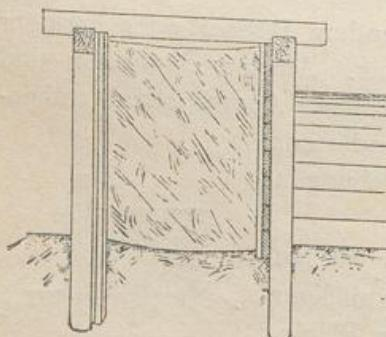

Abb. 170.
4. Kastenfangedämme (Abb. 170) kommen zur Anwendung wenn wegen höheren Wasserdrukkes und größerer Strömung einfache Spund- oder Bohlenwände mit einseitigem Erddamm nicht ausreichend dicht sein würden.
Dichtungsstoff einbringt und stampft. Die Wände sind oben durch Zangen versteift, die auf die Holme aufgekämmt werden. (Statt dieser Zangen werden auch eiserne Zuganker verwendet und dann die Holme an der Außenseite der Pfähle auf Knaggen gelagert und befestigt.) Abb. 170 zeigt an der Innenseite eine Spundwand, an der Außenseite eine Wand aus Brettafeln.